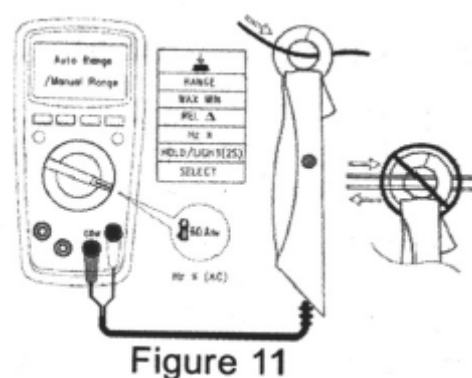

Figure 11
- ❖ **Измерение постоянного и переменного тока 60 А (смотреть Figure 11).** Подключите, как показано на рисунке токовые клещи к измеряемому проводнику.